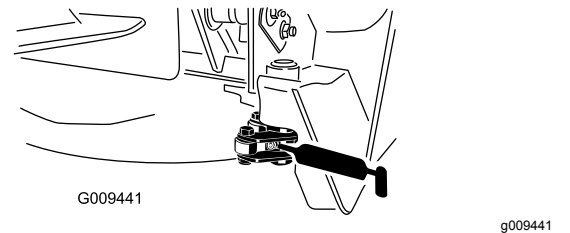

**Bild 59**
**Hinweis:** Sie müssen ggf. die Riegel manuell auslösen, um die Schmiernippel zugänglich zu machen (Bild 59). Verwenden Sie zum Schließen oder Öffnen des Riegels eine Brechstange.